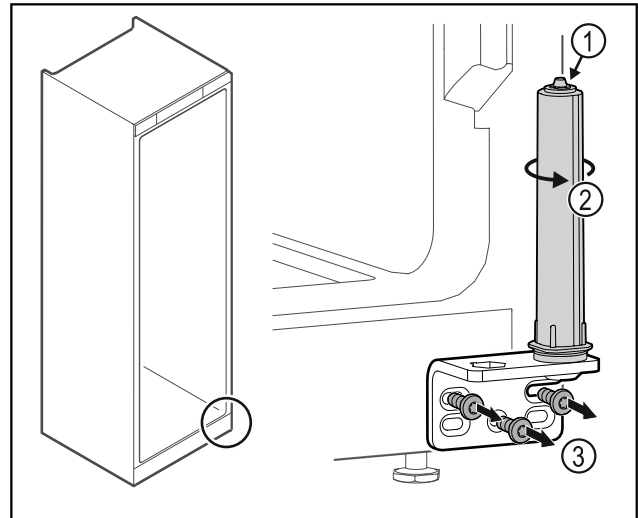

Fig. 32
- ▶ Du må ikke adskille dørlukkesystemet Fig. 32 (1).
- ▶ Drej lukkesystemet Fig. 32 (2), indtil det klikker.
- ▶ Skru hængselvinklen Fig. 32 (3) af.